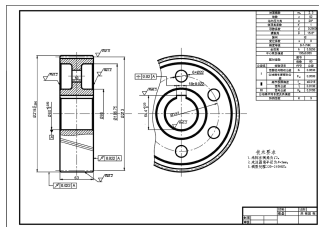

图 1-48 齿轮图形
- (6) 下面哪个选项可以将图形进行动态放大? ()
A. ZOOM/(D) B. ZOOM/(W) C. ZOOM/(E) D. ZOOM/(A)
- (7) 取世界坐标系的点 (70, 20) 作为用户坐标系的原点, 则用户坐标系的点 (-20, 30) 的世界坐标为 ()。
- (8) 绘制直线。起点坐标为 (57, 79), 线段长度 173, 与 X 轴正向的夹角为 71° 。将线段分为 5 等份, 从起点开始的第一个等分点的坐标为 ()。
- (9) 打开“源文件\第 1 章\模拟考试\齿轮.dwg”文件, 利用“缩放”与“平移”命令查看如图 1-48 所示的齿轮图形细节。